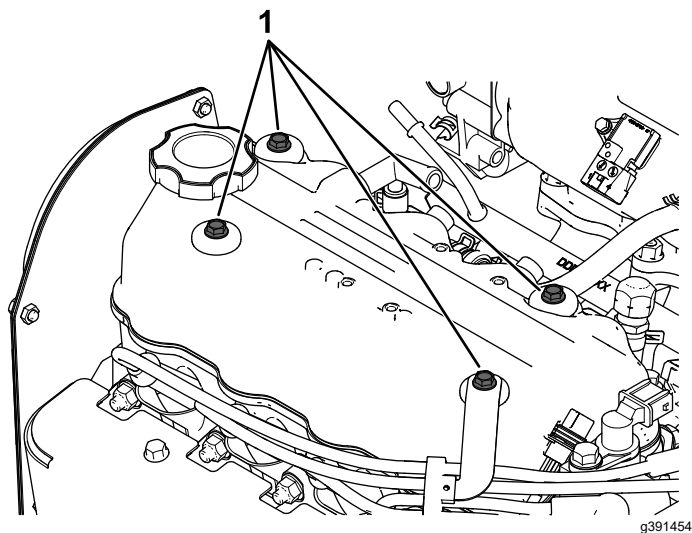

Figure 106
1. Retirez du moteur les 4 boulons indiqués à la Figure 106.